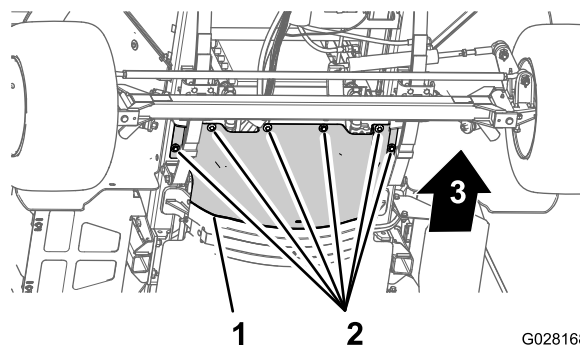

図 53
3. 前側防熱シールドをシャーシに固定しているソケットヘッドボルト6本とワッシャ6枚を外してシールドを取り外す 図 53。